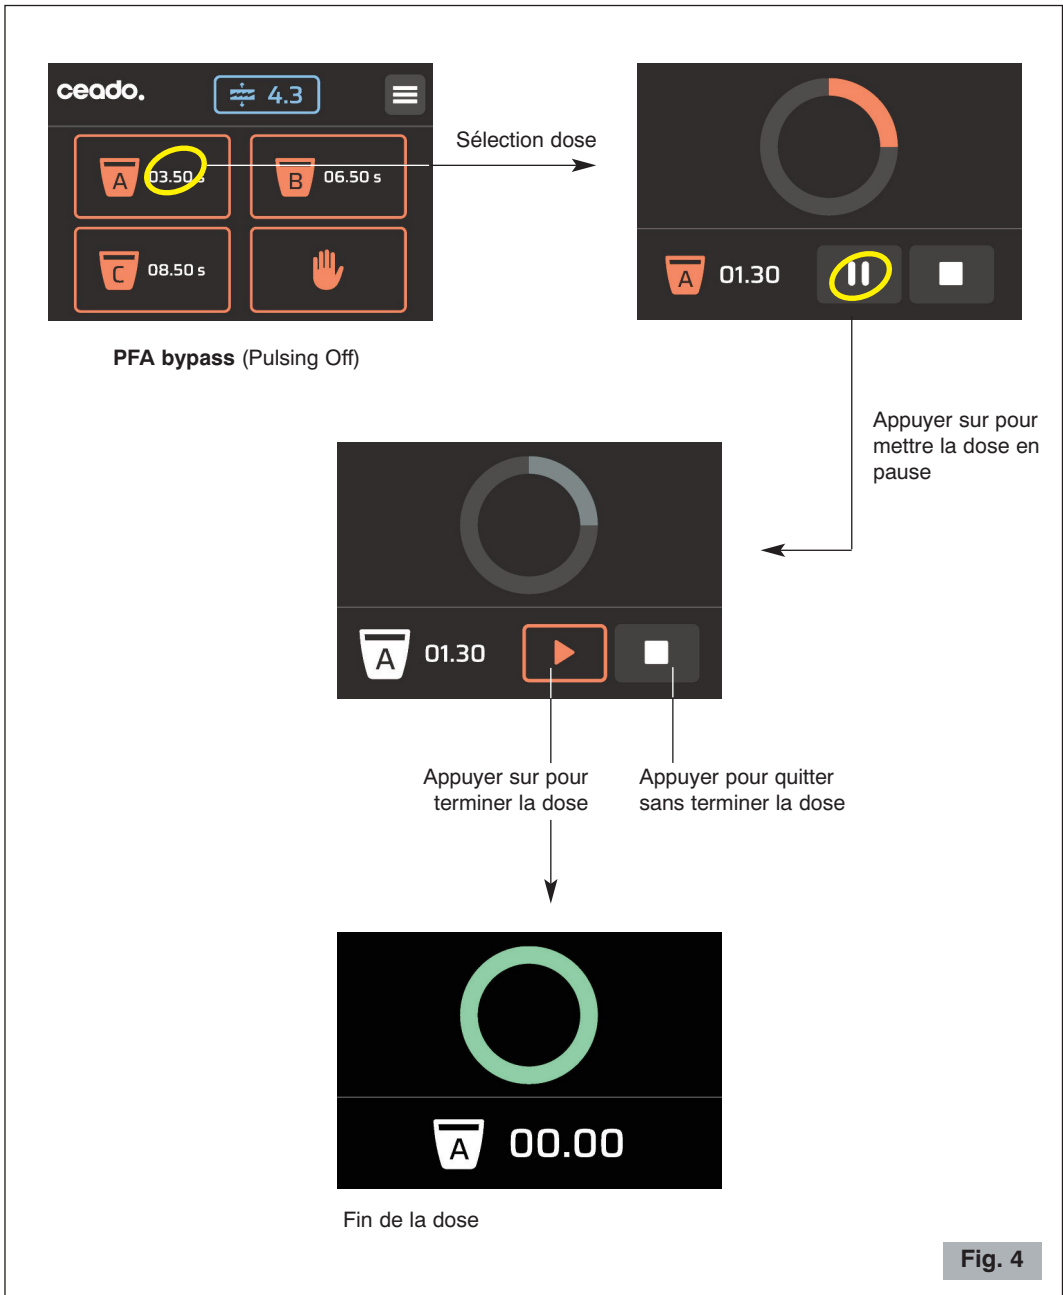

Fig. 4
- 2 Mettre l'interrupteur ON-OFF en position "I" (12 Fig. 2). L'écran du panneau de contrôle (4 Fig. 1) s'allume (voir Fig. 4).
#### Fonctionnement automatique avec bouton de démarrage (si présent) : mode "PFA bypass" (Fig. 4)